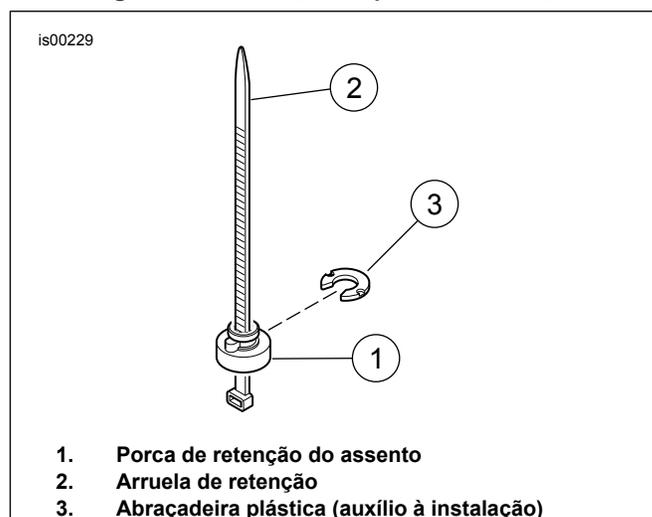
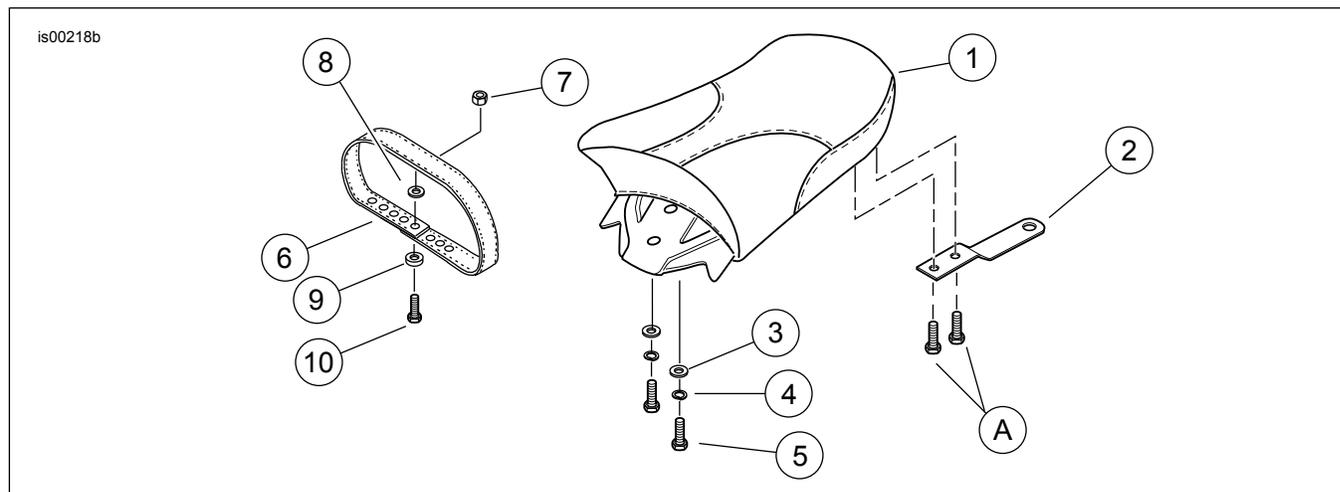

Figura 2. Instalação da porca de retenção
Figura 5. Peças de reposição: assento traseiro do passageiro Dyna
Veja a Figura 5 e a Tabela 1.
1. Veja a Figura 2. Uma abraçadeira plástica pode ser usada para ajudar na remoção e na instalação da porca e da arruela de retenção. Coloque a porca de retenção (1) sobre a abraçadeira plástica (3) para que a extremidade larga da porca permaneça no olho da abraçadeira. Enrosque a abraçadeira por baixo do pára-lama e através do furo da extremidade traseira do pára-lama. Puxe a abraçadeira para manter a porca bem apertada contra a parte inferior do pára-lama.
2. Com a nervura da porca de retenção assentada na ranhura do furo do pára-lama, deslize a arruela de retenção (2) no lugar a partir da parte traseira. Isto travará a porca de retenção no lugar. Remova a abraçadeira.
3. Veja a Figura 5. Pegue a tira de apoio (6), o parafuso flangeado (10), a porca de retenção (9), a arruela (8) e a porca hexagonal (7) do kit. Se o veículo possuir uma tira de apoio instalada, pule para o passo 5.
6. Veja a Figura 5. Instale o suporte do assento original (2) no assento traseiro com os parafusos originais (A).
7. Fixe o assento traseiro do passageiro no fundo do assento individual com os parafusos (5), as arruelas de pressão (4) e as arruelas lisas (3). Aperte os parafusos com firmeza.